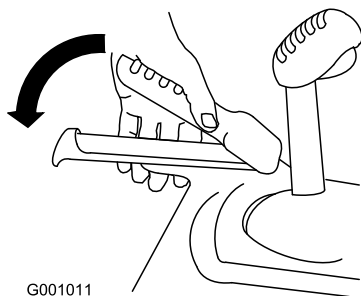

Figure 29
1. Pour engager la transmission aux roues, serrez le levier gauche (déplacement) contre la poignée (Figure 29).